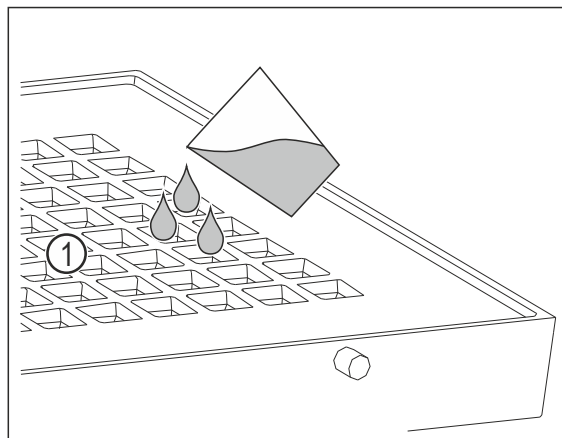

Fig. 96
- Prelijte največ 400 ml vode čez odprtine Fig. 96 (1) na pokrovu.